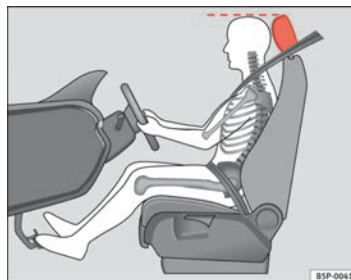

Abb. 2 Die richtige Kopfstützeinstellung des Fahrers
- Stellen Sie die Kopfstützen so ein, dass die Oberkante der Kopfstütze sich möglichst auf einer Linie mit dem oberen Teil Ihres Kopfes befindet ⇒ Abb. 2.